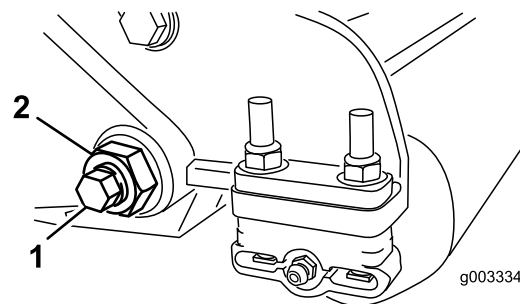
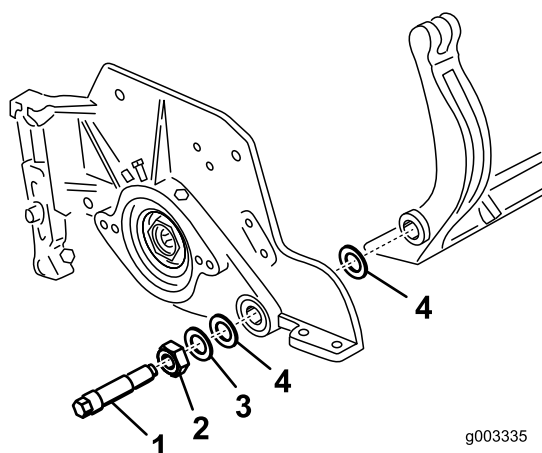
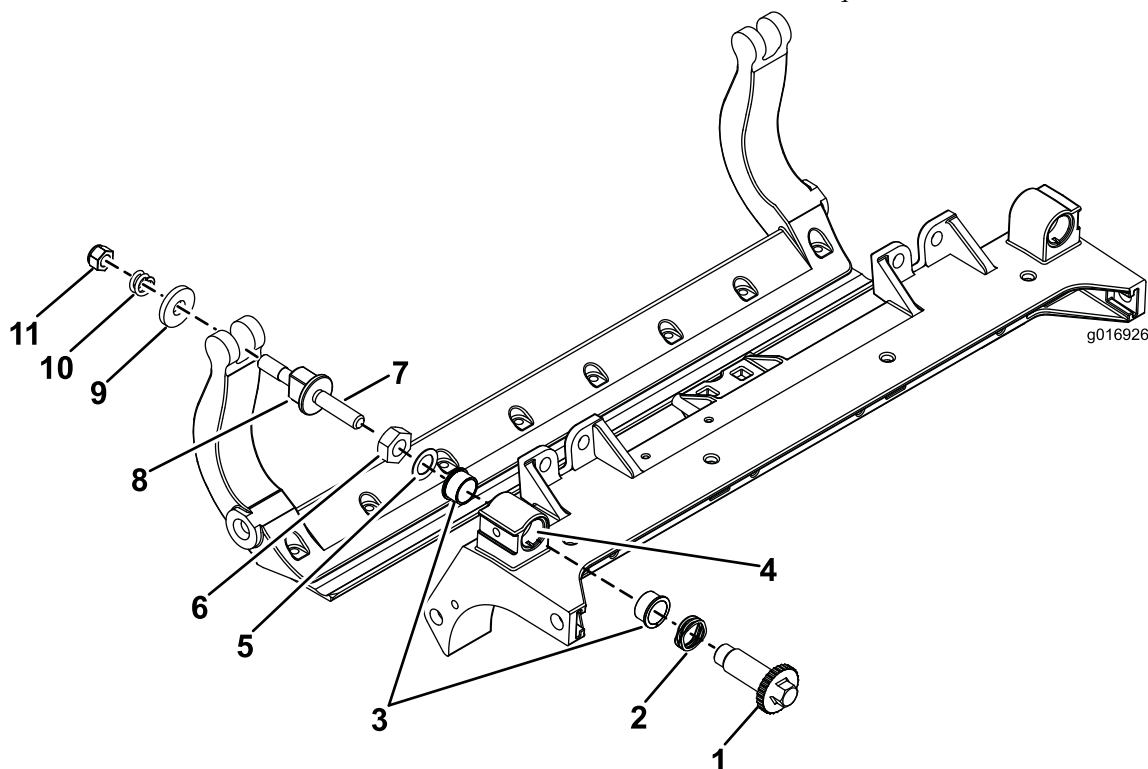

Figura 34
Figura 35
Figura 37
3. En cada lado de la máquina, afloje la contratuerca que fija el perno de la barra de asiento (Figura 34).
4. Retire cada perno de la barra de asiento, para poder tirar de la barra hacia abajo y retirarla de la máquina (Figura 34). Guarde las 2 arandelas de nylon y la arandela de acero troquelado de cada extremo de la barra de asiento (Figura 35).
2. Fije la barra de asiento a cada chapa lateral con los pernos de la barra (con tuercas en los pernos) y las 6 arandelas. Debe colocarse una arandela de nylon en cada lado del saliente de la chapa lateral. Coloque una arandela de acero por fuera de cada arandela de nylon (Figura 35). Apriete los pernos de la barra de asiento a 37-45 Nm. Apriete las contratuercas hasta que la arandela de acero exterior deje de girar, y la holgura quede eliminada, pero no apriete demasiado.
1. Retire todas las piezas (consulte las *Instrucciones de instalación* del Kit HD DPA Modelo 120–7230 y Figura 37).
3. Alinee los salientes de los casquillos con brida con las ranuras del bastidor, e instale los casquillos (Figura 37).
4. Instale una arandela ondulada sobre el eje del ajustador e introduzca el eje del ajustador en los casquillos con brida del bastidor de la unidad de corte (Figura 37).
5. Sujete el eje del ajustador con una arandela plana y una contratuerca (Figura 37). Apriete la contratuerca a 20-27 N-m.
9. Sujete la barra de asiento a cada chapa lateral con los pernos de la barra (con tuercas en los pernos) y las 6 arandelas. Debe colocarse una arandela de nylon en cada lado del saliente de la chapa lateral. Coloque una arandela de acero por fuera de cada arandela de nylon (Figura 37). Apriete los pernos de la barra de asiento a 27-33 pies-libra (37-45 Nm). Apriete las contratuercas hasta que la arandela de acero exterior deje de girar, y la holgura quede eliminada, pero no apriete demasiado ni desvíe las chapas laterales. Las arandelas del interior pueden tener cierta holgura (Figura 35).